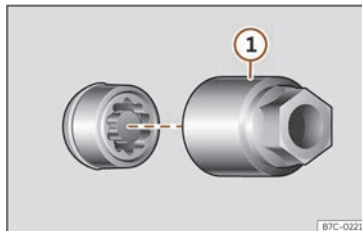

Fig. 208 Parafuso antirroubo da roda con capuchón e adaptador.
- Encaixe o adaptador especial >>> **fig. 208** ① (ferramenta de a bordo >>> pág. 291) no parafuso antirroubo da roda ata o tope.